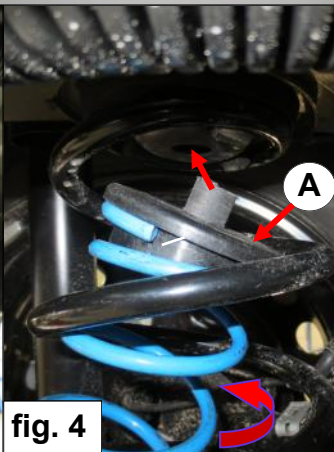

fig. 4
4. Placez la coupelle **A** sur le ressort auxiliaire **C** et le centrer sur le ressort en caoutchouc haut. Voir Fig. 4.